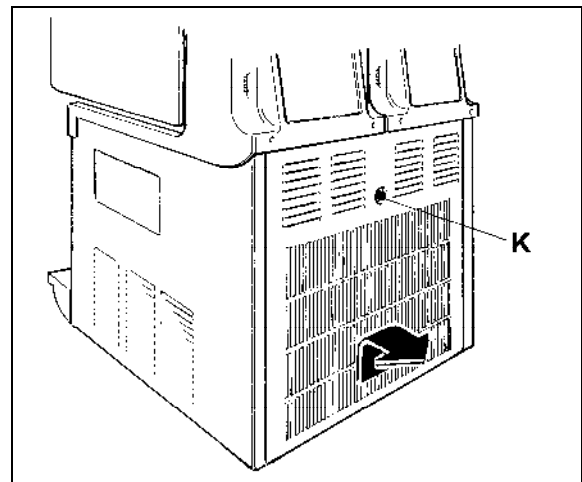

Fig. 26
- Dévisser le bouton K pour enlever le panneau arrière X (voir fig.26).